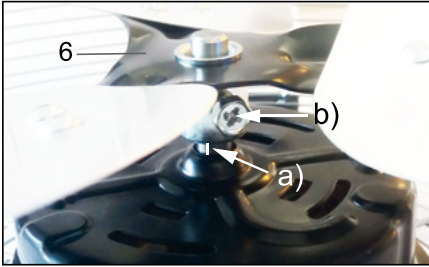

Fig.81: Montajul rotorului
2. Împingeți rotorul (6) pe ax în direcția motorului cu distanțierul.
*Rotorul nu trebuie să stea direct pe motor. Între distanțier și motor trebuie să se vadă o distanță vizibilă. Vezi fig. 81 a).*
3. Fixați rotorul cu șurubul aflat lateral pe distanțier. Vezi fig. 81 b).